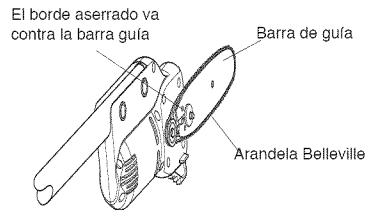

Figura 3 - Ensamblaje de la arandela Belleville
5. Coloque en la Sierra de Pértiga la arandela Belleville, la tapa de la rueda dentada y la tuerca de la barra guía. **IMPORTANTE:** Asegúrese que el borde aserrado de la arandela Belleville esté colocado como se muestra en la Figura 3. En borde aserrado debe hacer contacto con la barra guía. **IMPORTANTE:** Apriete la tuerca de la barra guía sólo a mano.